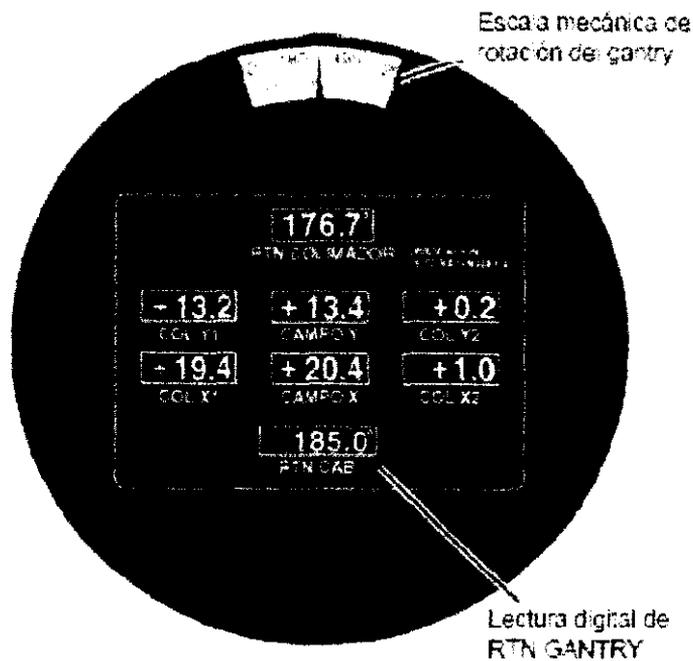

Ilustración 5-1 Pantallas de posición digital y mecánica del gantry
2. Asegúrese de que la pantalla de posición digital del gantry concuerde con la posición real observada del gantry, tal como se muestra en la pantalla de posición mecánica (Ilustración 5-1).